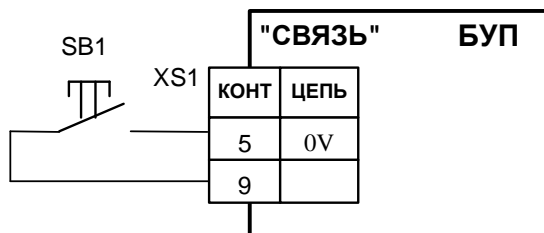

Рис. 13 – Схема подключения к БУП кнопки для кратковременного открытия всех соленоидных клапанов
- а) Отключить питание от БУП. Подключить к БУП кнопку SB1 из комплекта поставки в соответствии с Рис. 13. Включить питание БУП. Кнопка используется для кратковременного открытия (на 3,5 с) всех соленоидных клапанов при подготовке пробоотборника к работе.
- кратковременно нажать кнопку SB1 (Рис. 13). После ее отпускания на 3,5 сек. откроются все соленоидные клапаны, в результате все полости ПУ заполняются продуктом;
- в) Вновь подключить БУП к внешнему устройству. Для этого отключить питание от БУП, отключить разъём XS1 с кнопкой SB1 от БУП (Рис. 13) и подключить БУП к внешнему устройству в соответствии с Рис. 10, включить питание БУП.